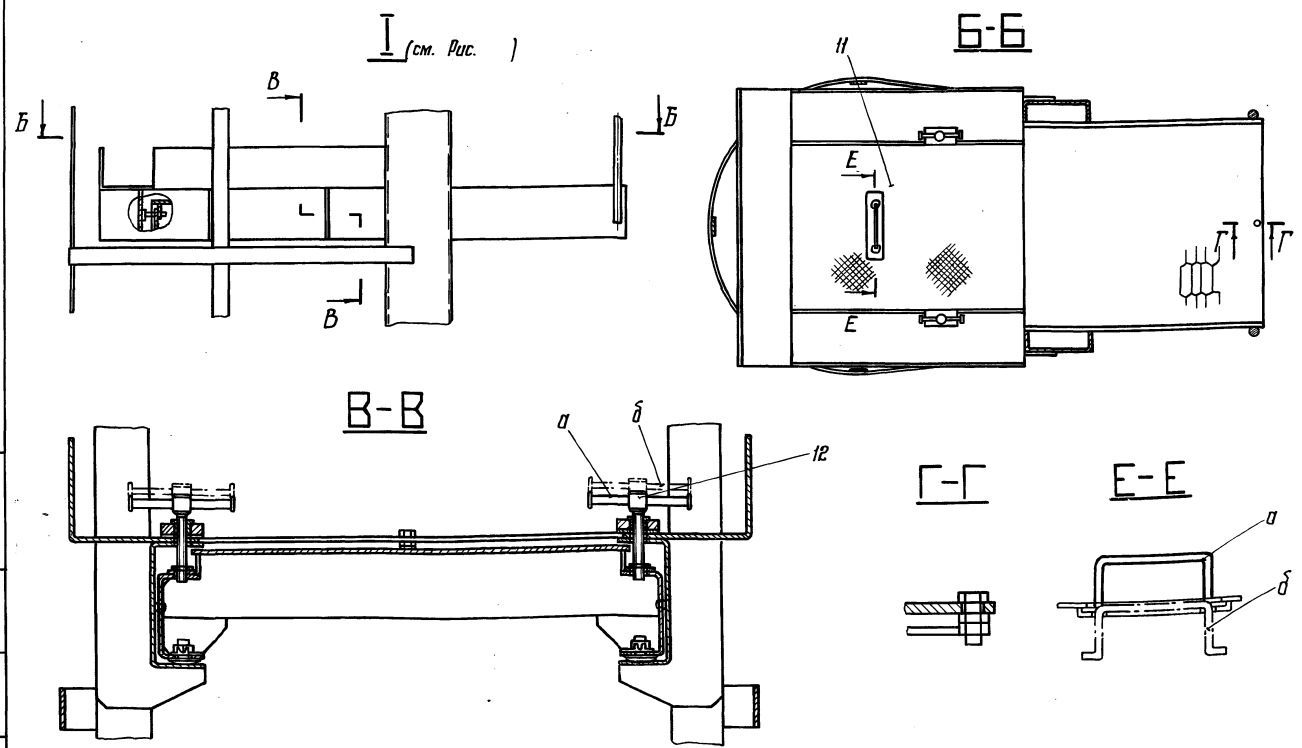

Рис. 1.2
- выдвинуть площадку в рабочее положение, до упора вручную от усилия одного человека за раму площадки (рис. 1.2), а затем за ручку;
1.3. Расфиксировать верхнюю часть стремянки (каретку), для чего вращать ручку фиксатора 6 (рис. 1.2) против часовой стрелки до упора.